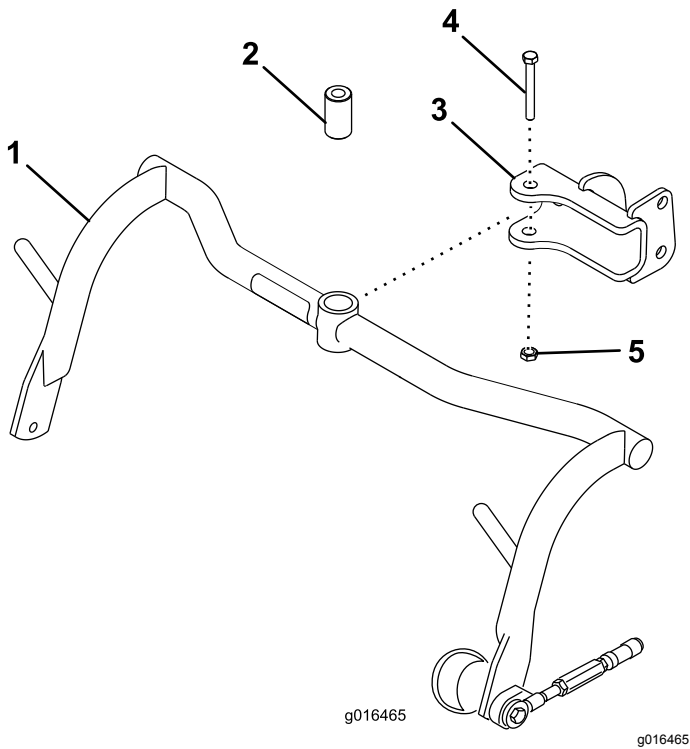

図 8
1. 各クレビスにキャリアフレームを取りつけるスペーサ、ボルト $\frac{1}{2}$ " x $3\frac{1}{4}$ "、ロックナット $\frac{1}{2}$ "を使用する **図 8**。91-113 N·m 9.3-11.3 kg·m = 67-83 ft·lb にトルク締めする。